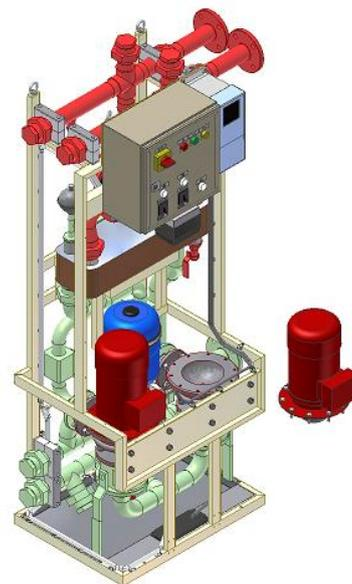

Рис. 4.2-1
- Открутите болты и гайки от фланца двигателя насоса. Корпус насоса должен оставаться на месте (рис. 4.2-1). Обратите внимание, что в системе присутствует предустановленное давление в 1,5 бара, используйте защитные очки.